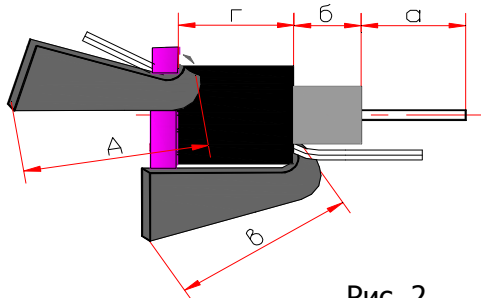

Рис. 2
1.1 Снять наружную изоляцию с дальнего от блока обработки сигналов извещателя конца кабеля на длину примерно $(a + b + \gamma) = 100$ мм (Рис. 2). Для этого, острым ножом аккуратно надрезать по кругу наружный слой изоляции, не прорезая его до конца, чтобы не повредить фольгу (наружный экран). Слегка сгибая кабель в месте надреза добиться разрыва изоляции. Для предупреждения разрыва экрана, рекомендуется произвести надрез верхней изоляции вдоль кабеля, развести края в сторону и стянуть наружную изоляцию.
1.5 Тонким инструментом (ножом, отверткой) поддеть край фольги (экран) и аккуратно, чтобы не порвать, вывернуть фольгу на внешнюю изоляцию кабеля и отогнуть в сторону дренажные проводники (Рис. 2).
2.2 Разделать кабель как описано в п.п. 1.1 – 1.7 (Рис.2). Фольга наружного экрана удаляется.
3.2 Разделить концы кабелей сращиваемых участков по методике описанной в п.п 1.1 – 1.7 (Рис. 2).